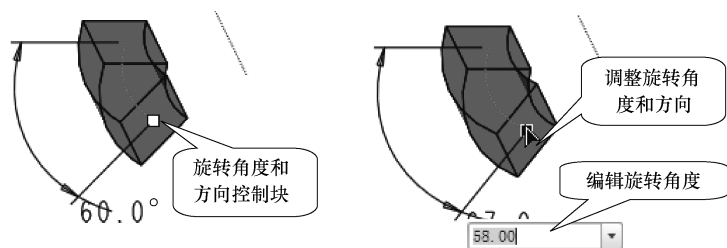

图 4-120 旋转角度和方向控制
- 在图形区中，将光标指向原为白色矩形的旋转角度和方向控制块，此时控制块变为黑色实心矩形，按下鼠标左键拖动，此时光标变为  形状，可以控制旋转的角度和方向，如图 4-120 所示。
- 在图形区双击表示角度值的尺寸数字，在出现的组合框中输入或选取角度数值。输入正值，沿正向旋转；输入负值，向反方向旋转，如图 4-120 所示。